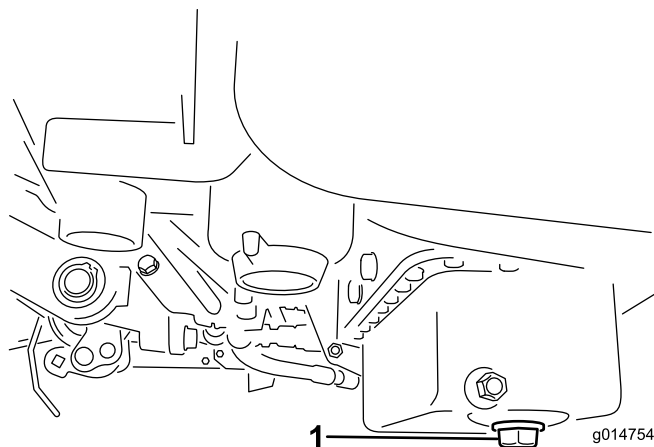

Figura 42
1. Retire el tapón de vaciado y deje fluir el aceite a un recipiente apropiado. Cuando el aceite deje de fluir, coloque el tapón de vaciado (Figura 42).